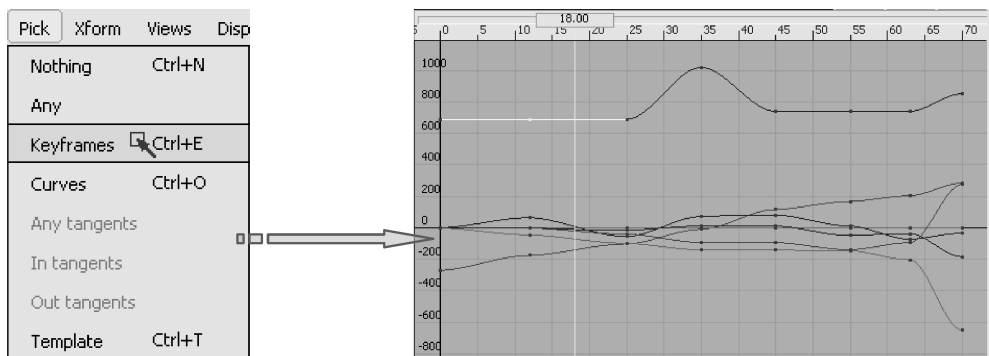

图 7-33 选取关键帧
- 05 执行动作窗口菜单栏中**【pick】** | **【Keyframes】**命令, 然后在图形编辑器窗口中单击位于动画曲线上面的实心圆点 (表示的就是关键帧), 将选取关键帧, 如图 7-33 所示。